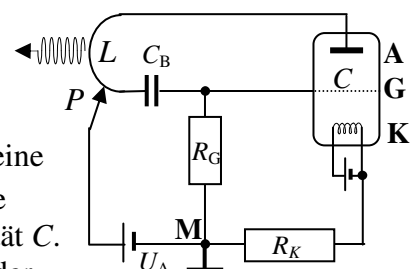

Abb.8)
In der Abb.8) ist der „Schaltungstrick“ eingezeichnet, der das Gitter gegenüber der Kathode negativ „vorspannt“. Der negative Pol der Anodenbatterie liegt nicht direkt an der Kathode **K** der Triode, sondern am Punkt **M** (für Masse). Zwischen **M** und **K** liegt noch der „Kathodenwiderstand“ R_K .
Mit einem Schalter in der Anodenleitung der Dreipunktschaltung (Abb.8) kann man den Sender AN und AUS schalten. Dabei wird die Amplitude der Hochfrequenzschwingung auf die Werte „0“ und „1“ gesetzt (digitale Steuerung). Verändert man den Amplitudenwert kontinuierlich, so lassen sich auch analoge Audiosignale übertragen. Diese Vorgehensweise heißt *Amplitudenmodulation* (AM). Die Modulation gelingt z.B. dadurch, dass der Gitterwiderstand durch ein Widerstandsmikrophon (Kohlemikrophon) ersetzt wird. Die Gittervorspannung schwankt dann im Rhythmus der Musik. Als weitere Modulationsmöglichkeit kann man die Frequenz des HF-Signal im Rhythmus der NF-Information variieren, wobei die Amplitude konstant bleibt. Diese Technik nennt man *Frequenzmodulation*(FM).